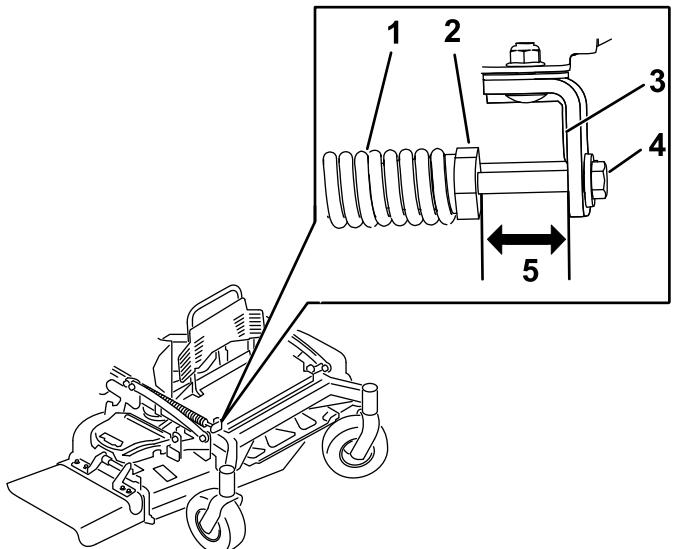

Figure 86
- Vérifiez la distance entre l'écrou de ressort et l'arrière du support soudé (Figure 86).
- La distance doit être comprise entre 47 et 50 mm (1,8 et 2 po), comme montré à la Figure 86.
- Au besoin, réglez la distance en ajustant le boulon sur l'avant du support (Figure 86).